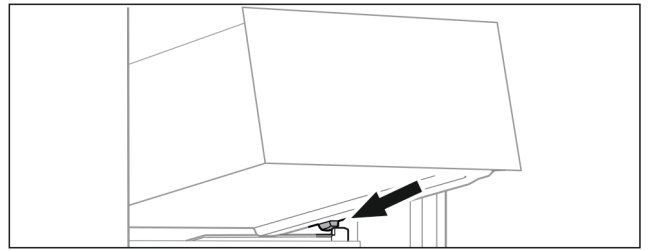

Fig. 68
- ▶ Applicare il cassetto inclinandolo dietro i fermi sulla nervatura del contenitore. (vedere Fig. 68)